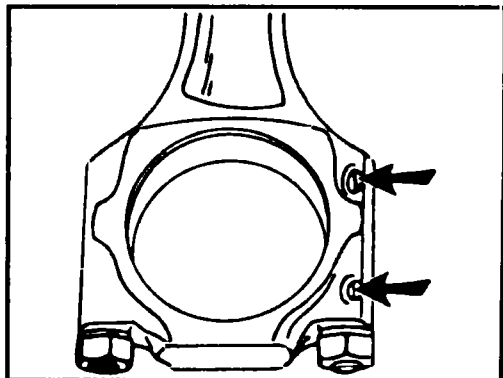

Рис. 2.33 Приливы на шатуне и его крышке - со стороны ременного шкива коленвала
◆ Поршень с шатуном устанавливайте в двигатель так, чтобы оба прилива (см. рис. 2.33) были направлены в сторону ременного шкива коленвала. Полувкладыши метят нитрокраской на тыльной стороне в соответствии с номером шатуна. Следует также пометить, какой из них верхний, а какой - нижний.
- приливы на нижней головке шатуна и его крышке должны быть направлены в сторону ременного шкива коленвала (рис. 2.33).
- ◆ Обязательно проследите, чтобы оба прилива, показанные на рис. 2.33 находились рядом.